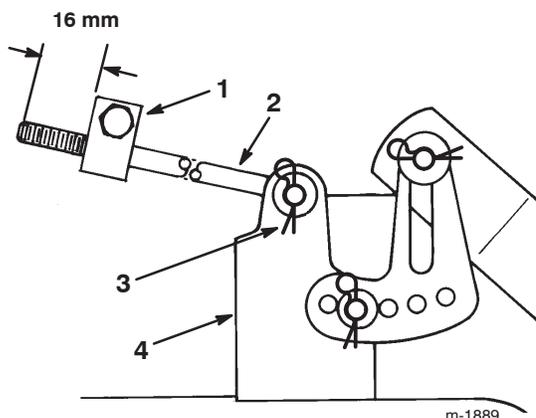

Figure 50
6. Mesurez la longueur de tige qui dépasse de l'avant du bloc de réglage sur les côtés du châssis (Fig. 50). Si la longueur n'est pas égale à 16 mm, enlevez la goupille fendue et la rondelle de l'extrémité de la tige (Fig. 50), puis vissez ou dévissez la tige jusqu'à obtention de la longueur requise (16 mm).